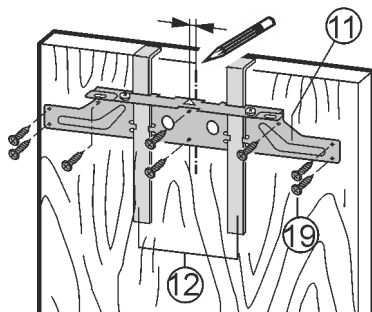

Fig. 19
- ▶ Aligner la traverse de fixation Fig. 19 (11) sur le milieu de la porte.
- ▶ Bourrelet à gauche : Déplacer la traverse de fixation Fig. 19 (11)  $1/4$  (6 mm) à gauche.
- ▶ Bourrelet à droite : Déplacer la traverse de fixation Fig. 19 (11)  $1/4$  (6 mm) à droite.